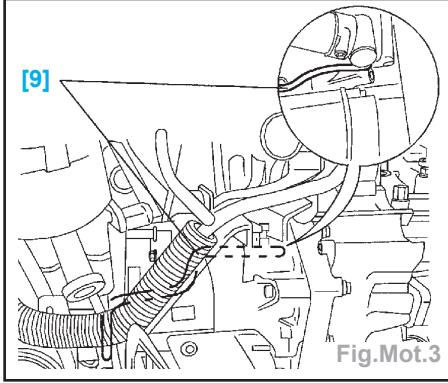

Fig.Mot.3
- Piger le volant moteur à l'aide de la pince [9] (moteur DW10ATED4) (Fig.Mot.3).